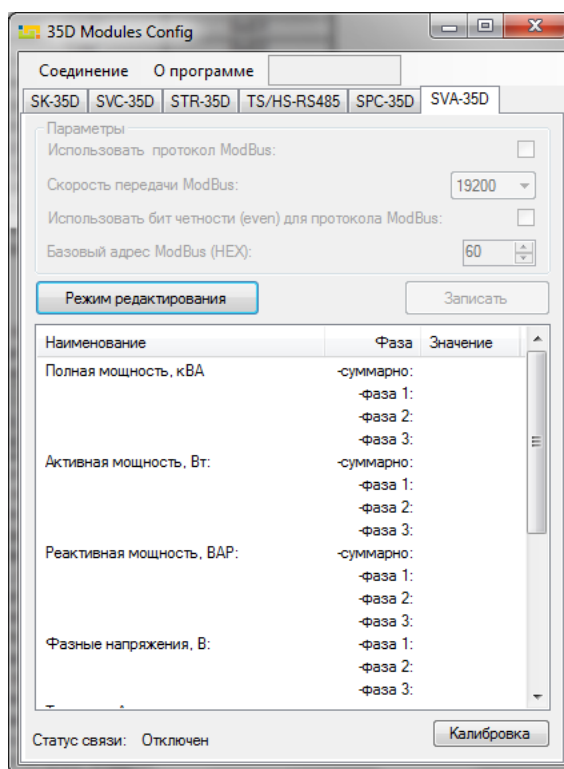

Рисунок 3 – Внешний вид окна ПО 35D_config.exe
- в открывшемся окне (см. рисунок 3) перейдите на вкладку SVA-35D;